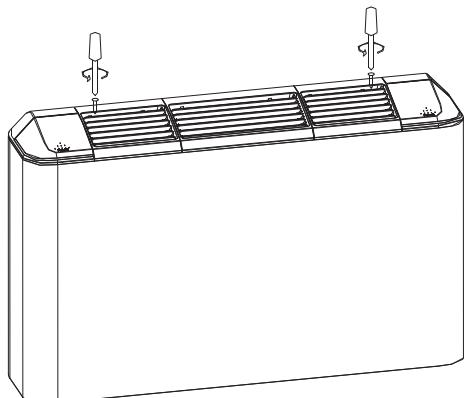

Рис. 1
- Снимите наружную крышку термостата (рис. 1).